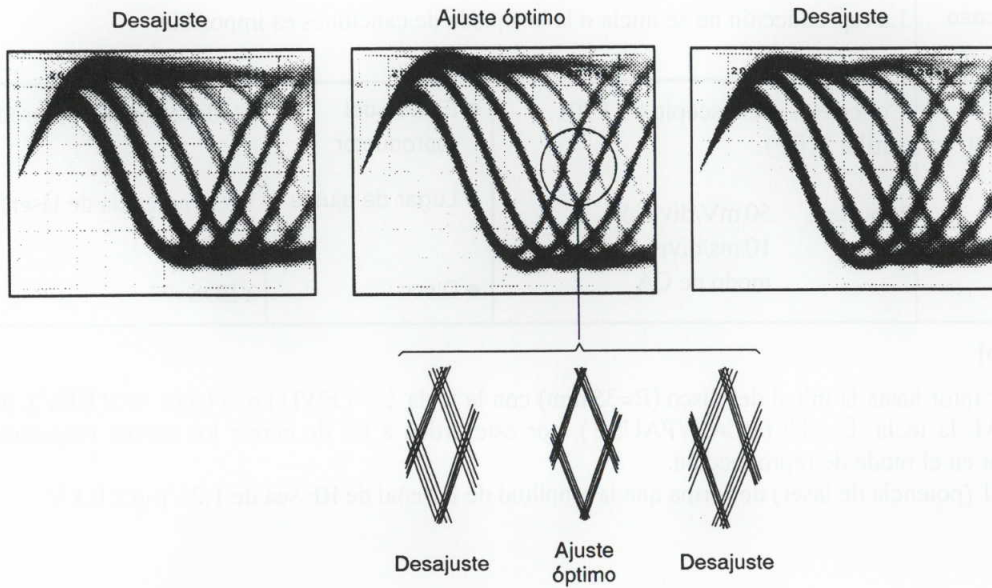

Figura 5 Patron optico
3. A continuación, ajuste el tornillo de ajuste de inclinación tangencial con una llave hexagonal recta (en forma de "L", tamaño:1,5mm) hasta que el patrón ocular (la forma de diamante del centro de la señal de RF) pueda verse con la mayor claridad (figura 5).